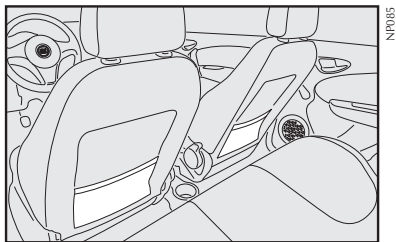

fig. 73
- para algumas versões, uma bolsa porta-objetos na parte posterior do encosto dos bancos dianteiros **fig. 73**.